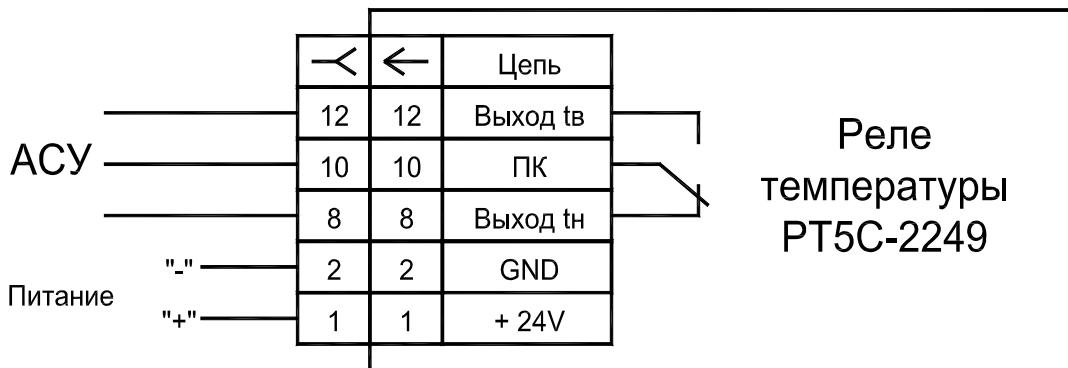

Рисунок 2 – Схема подключения РТ5С-2249.
5.2 Электрические соединения производить гибким медным проводом сечением не более  $0,5 \text{ мм}^2$  согласно схеме подключения, рисунок 2.